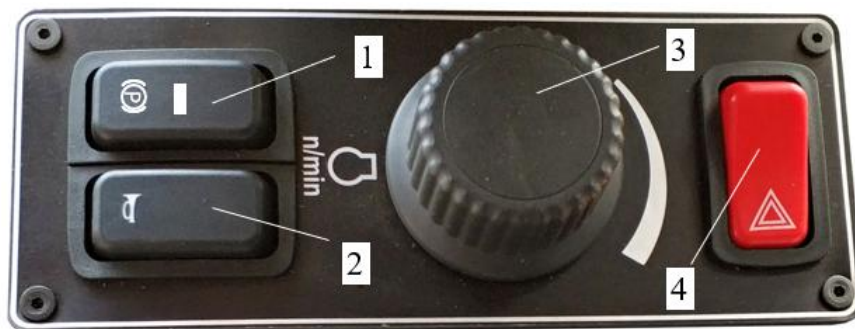

Рисунок 3.130. Органы управления на левой тумбе
2. Отжать кнопку безопасности 4, рис. 3.130;
4. Отжать кнопку безопасности 4 в кабине, рис. 3.130.